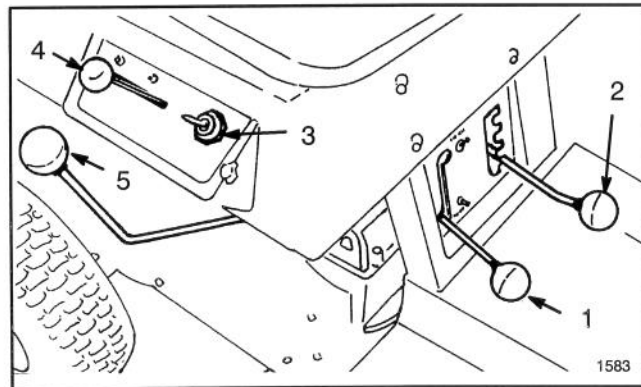

Figure 5
**Changement de vitesse** (Fig. 5)—La transmission comprend cinq vitesses en marche avant, plus le point mort et la marche arrière. Le levier de changement de vitesse est situé à droite de l'utilisateur. Un blocage de sécurité empêche le démarrage du moteur lorsque la transmission est en prise.
**Levier d'embrayage de la lame** (Fig. 5)—Le levier d'embrayage de la lame embraye et débraye l'entraînement de la lame. Un blocage de sécurité empêche le démarrage du moteur quand le levier est en position EMBRAYÉ. Le moteur ne peut démarrer que si le levier d'embrayage de la lame est en position DÉBRAYÉ.
**Commande des gaz** (Fig. 5)—La commande des gaz est connectée au papillon des gaz du carburateur et au starter, et les actionne. La commande offre trois positions: LENT, RAPIDE et STARTER.
**Hauteur de coupe** (Fig. 5)—Le levier de hauteur de coupe permet de choisir parmi 5 positions de hauteur de coupe, d'environ 4 cm à 9 cm (1-1/2 à 3-1/2 pouces).
**Contacteur d'allumage** (Fig. 5)—Le contacteur a trois positions: MARCHE, ARRÊT et DÉMARRAGE.
2. S'assurer que le changement de vitesse est au point mort et le levier d'embrayage de la lame en position DÉBRAYÉ à fond (Fig. 5).
3. Mettre la commande des gaz en position STARTER (Fig. 5) si le moteur est froid, ou RAPIDE s'il est chaud.
4. Tourner la clé de contact jusqu'à la position DÉMARRAGE (Fig. 5). Quand le moteur démarre, relâcher la clé et positionner la commande des gaz entre RAPIDE et LENT si l'on a utilisé le starter pour démarrer. La machine donne les meilleurs résultats lorsque la commande des gaz est en position RAPIDE (pleins gaz).
1. Mettre le levier d'embrayage de la lame en position DÉBRAYÉ à fond (Fig. 5).
2. Mettre la commande de hauteur de coupe (Fig. 5) dans la position désirée.